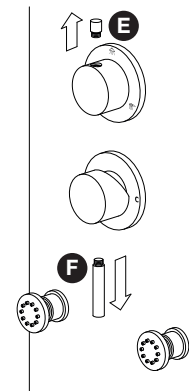

Fig.3
1. Desenrosque los pomos E y F de las manetas (ver Fig.3).